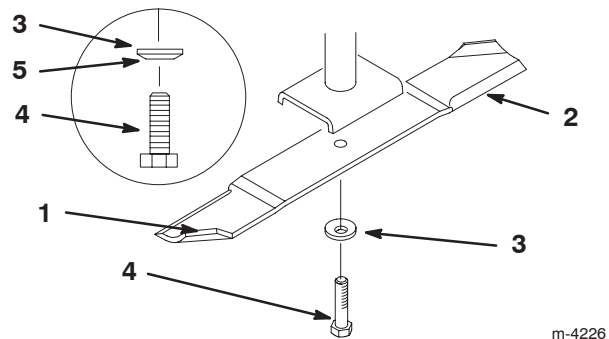
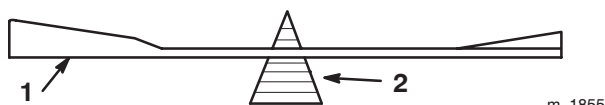

Figure 26
Figure 28
Tenez la lame à son extrémité avec un chiffon ou un gant épais. Retirez le boulon, la rondelle élastique et la lame de l'axe de la lame (Fig. 26).
2. Vérifiez l'équilibre de la lame en la plaçant sur un équilibreur (Fig. 28). Si la lame reste horizontale, elle est équilibrée et peut être utilisée. Si la lame est déséquilibrée, limez un peu l'extrémité de la partie incurvée seulement (Fig. 26). Répétez la procédure jusqu'à ce que la lame soit équilibrée.
1. Placez la lame sur l'axe (Fig. 26).
2. Installez la rondelle plate, la rondelle-frein et le boulon de la lame (Fig. 26).